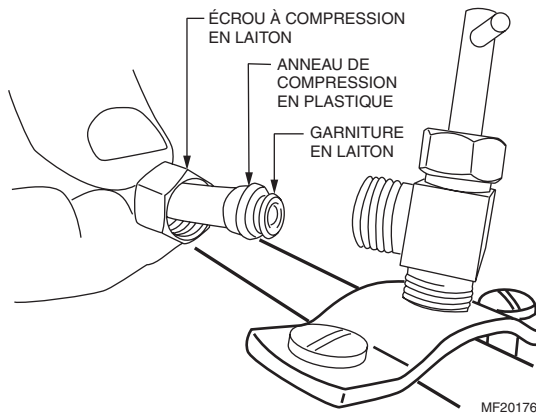

Fig. 35. Raccordement du tuyau d'eau en plastique.
1. Poser l'écrou de compression en laiton par-dessus le tuyau en plastique. Voir la figure 35.